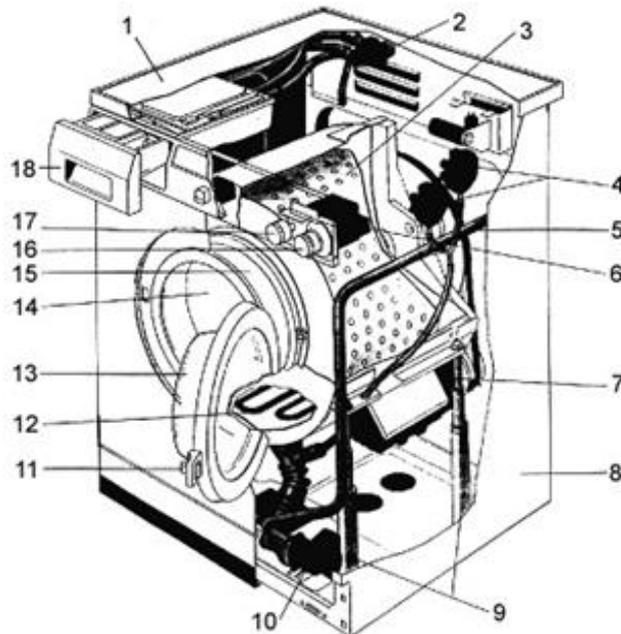

Рисунок 2.
**Задание 4.** Какой узел соответствует позиции 3 на компоновочной схеме стиральной машины (рисунок 2):
**Задание 5.** Какой узел соответствует позиции 6 на компоновочной схеме стиральной машины (рис. 2):